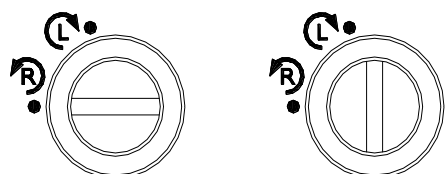

Fig. 4
Vælgeskruen skal være placeret nøjagtigt på venstre (L) eller højre (R), ellers fungerer oliepumpen ikke ordentligt og der kan opstå skader (Fig.4)